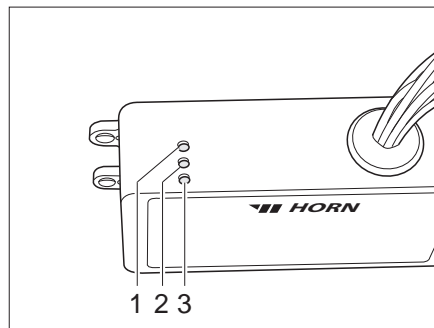

Fig. 198 Apparecchio di regolazione
L'apparecchio di regolazione (Fig. 198) è integrato nell'armadio guardaroba. Le spie di controllo sull'apparecchio di regolazione hanno il seguente significato:
- La spia di controllo (Fig. 198,2) diventa verde: Regolazione in funzione.
- La spia di controllo (Fig. 198,1) diventa rossa: Il serbatoio delle acque grigie viene riscaldato.
- La spia di controllo (Fig. 198,3) diventa rossa: Le tubazioni delle acque grigie vengono riscaldate.